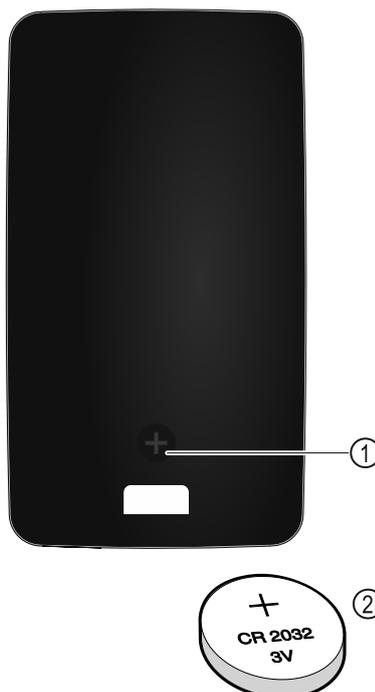

Fig. 260
L'alimentation électrique de la télécommande est assurée par une pile de type CR 2032 de 3 V Fig. 260 (2), disponible auprès des commerçants spécialisés.
- ▶ Dévisser la vis Fig. 260 (1) au dos de la télécommande.